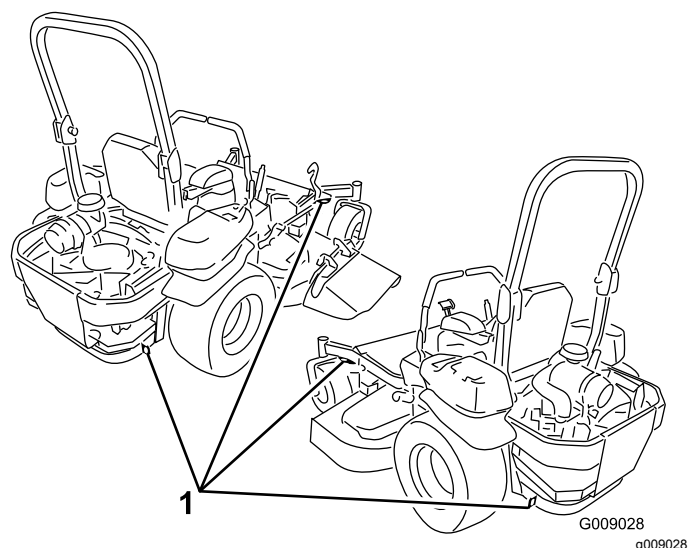

Figure 29
5. Servez-vous des points d'attache en métal de la machine pour l'arrimer solidement sur la remorque ou le véhicule de transport au moyen de sangles, chaînes, câbles ou cordes (Figure 29).